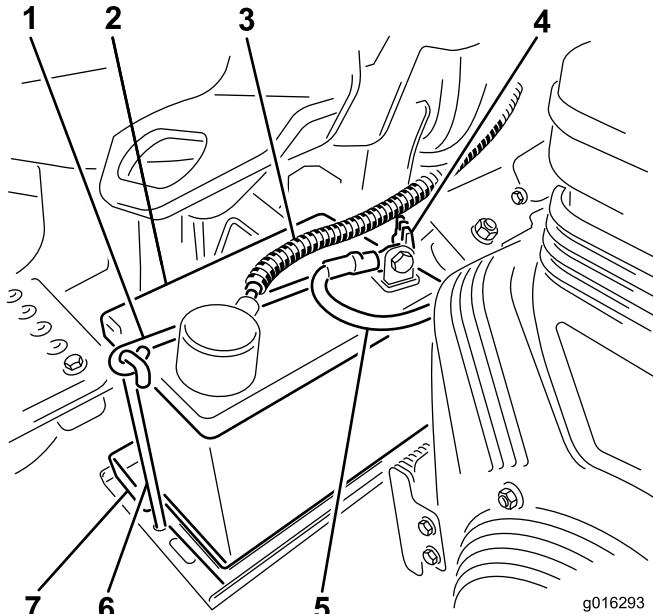

Figura 8
7. Coloque la batería en la bandeja de la batería y sujétela con la abrazadera y las fijaciones que retiró anteriormente (Figura 8).
| 8. Conecte el cable positivo (rojo) al borne positivo (+) y el cable negativo (negro) al borne negativo (-) de la batería y sujetelos usando los pernos y las tuercas (Figura 8). Deslice la cubierta de goma sobre el terminal positivo para evitar posibles cortocircuitos eléctricos. | |